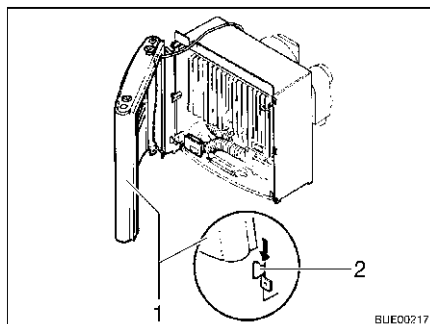

Fig. 113 Copertura del riscaldamento, passanti di sostegno
- Montare la copertura del riscaldamento. Collocare la copertura (Fig. 113,1) sui passanti di sostegno inferiori (Fig. 113,2).